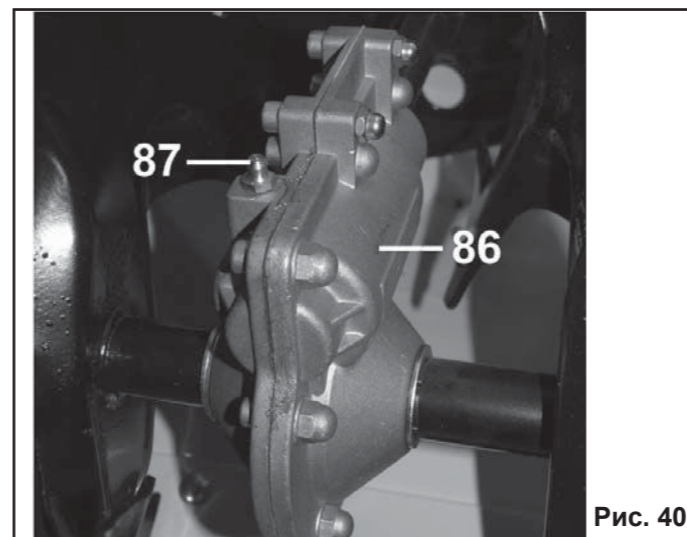

Рис. 40
9.17. Обслуживание редуктора (Рис.40)